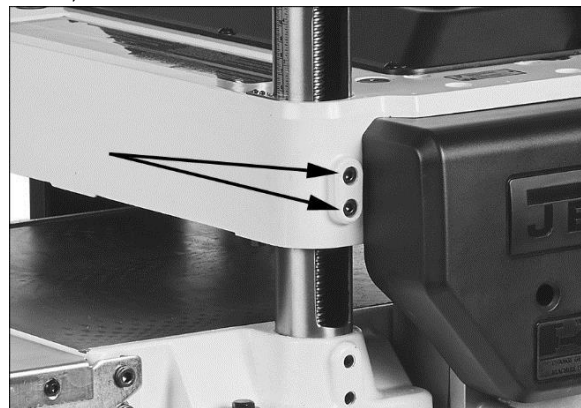

Рисунок 9-2
- На той стороне стола, которую необходимо откорректировать, найдите два винта с внутр. шестигранником для каждой колонны (Рисунок 9-2). Ослабьте оба винта для каждой колонны на стороне, которую вы хотите отрегулировать.